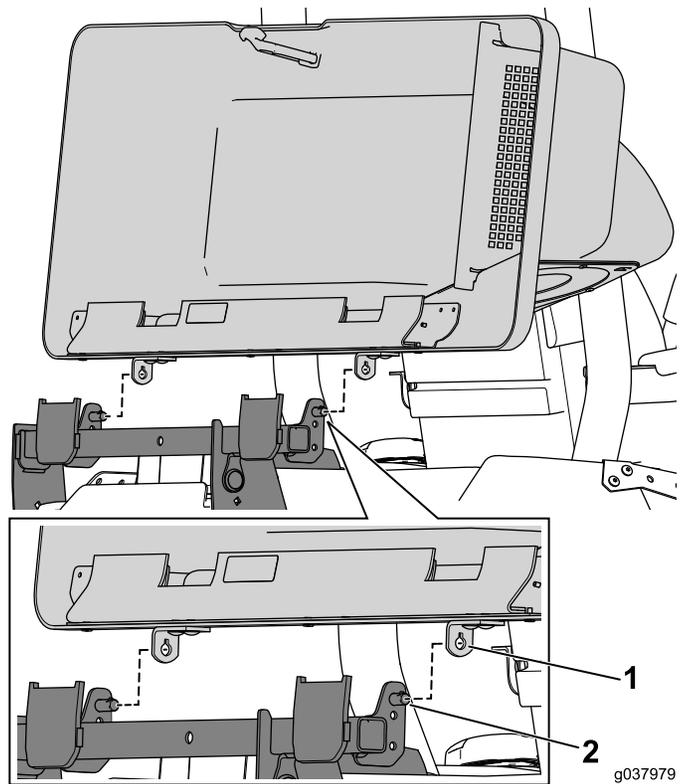

Figura 20
2. Alinee el orificio en forma de bocallave del soporte de giro con la clavija del pasador de giro y deslice la tapa sobre el pasador (Figura 20).